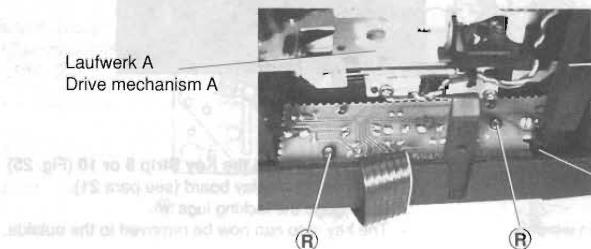

Fig. 21
18. Netzschaltertaste ausbauen (Fig. 21)
18. Removing the Power Switch Button (Fig. 21)